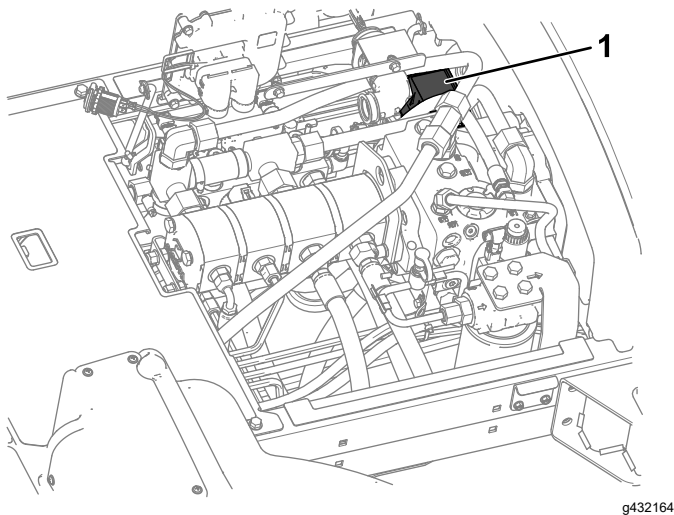

Figura 135
3. Cambie el fusible fundido (Figura 135) por otro del mismo tipo y amperaje.